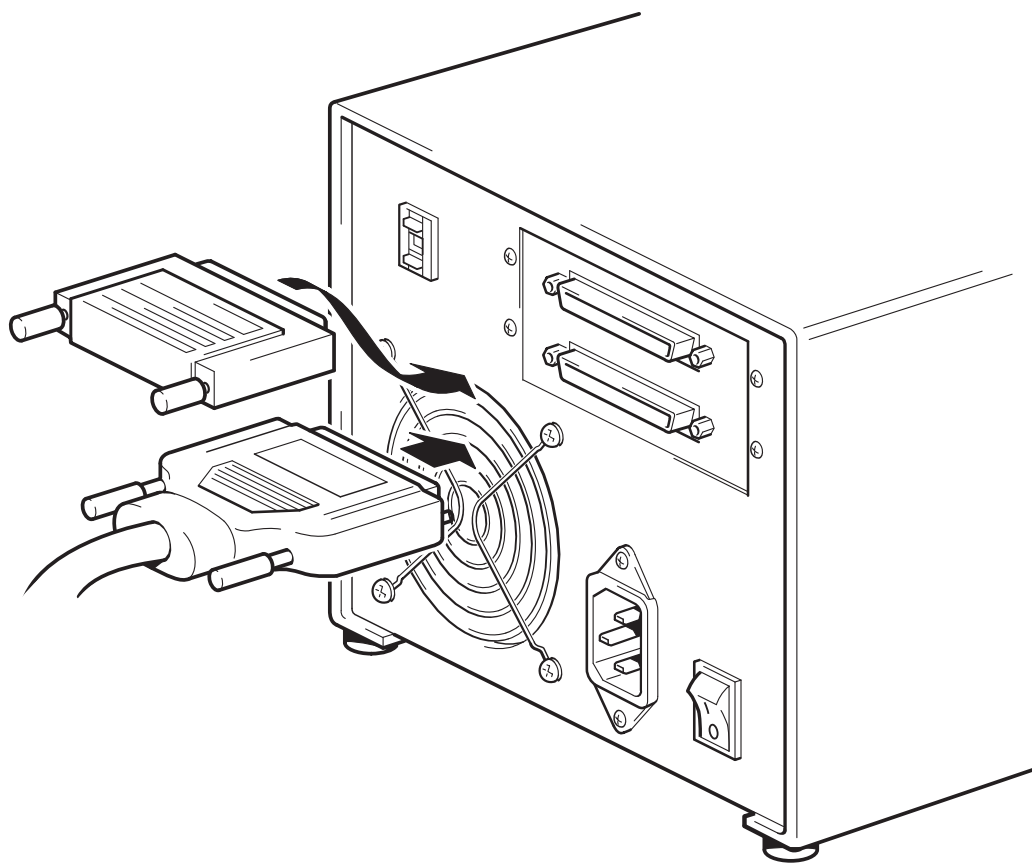

Figura 5: conectar o cabo SCSI
- 4 Encaixe a conexão HD do cabo SCSI a um dos conectores SCSI, no painel traseiro da unidade de fita, e aperte os parafusos para fixá-la. (Veja a Figura 5.)